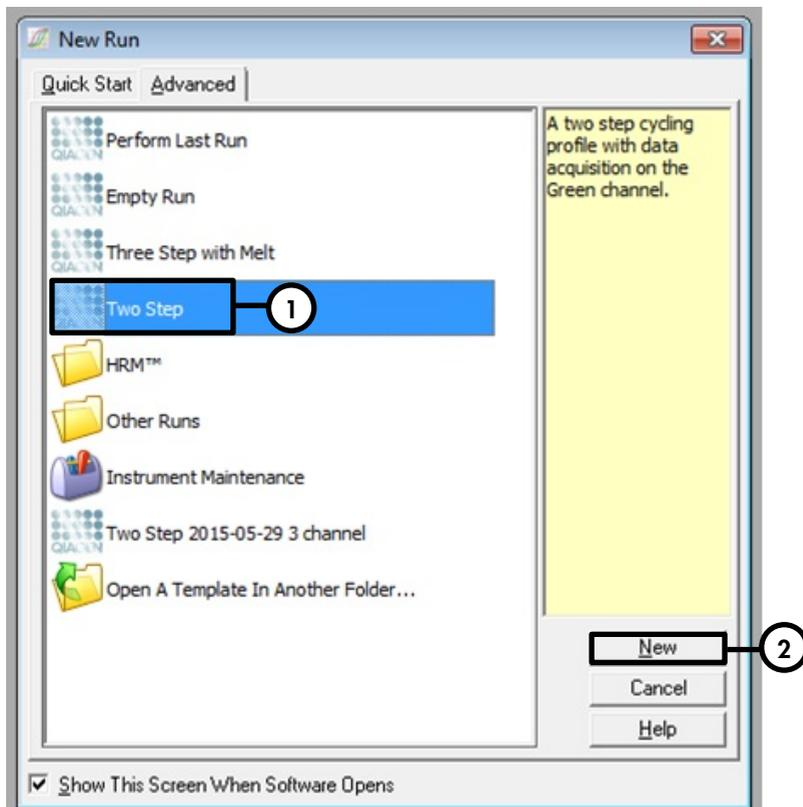

Figura 1. Finestra di dialogo New Run (Nuovo processo).
6. In primo luogo, aprire la finestra di dialogo **New Run Wizard** (Procedura guidata nuovo processo) con la versione **Advanced** (Avanzata) e selezionare **Two Step** (Due fasi) (Figura 1). Cliccare su **New** (Nuovo) per continuare.